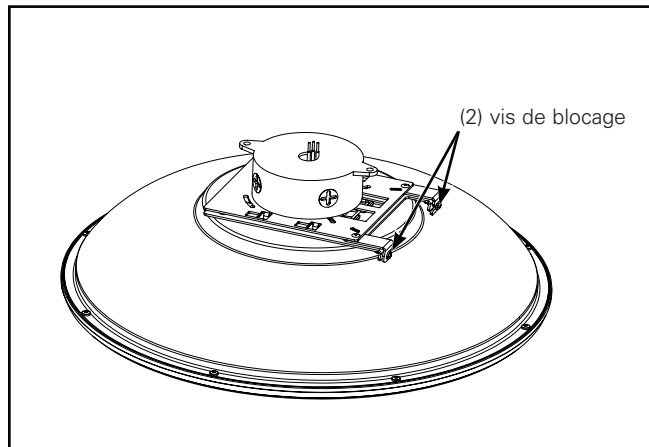

Figure 6.
7. Pivotez les deux charnières de blocage pour les remettre en place puis serrez les vis de blocage à un couple de 1,1 Nm (10 po-lb) (Figure 6).